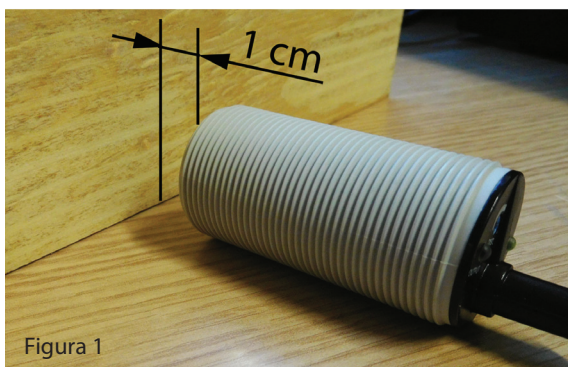

Figura 1
- ♦ Posizionare davanti alla Sonda una tavoletta **di legno** (vedi figura 1) ad una distanza di circa 1 cm.